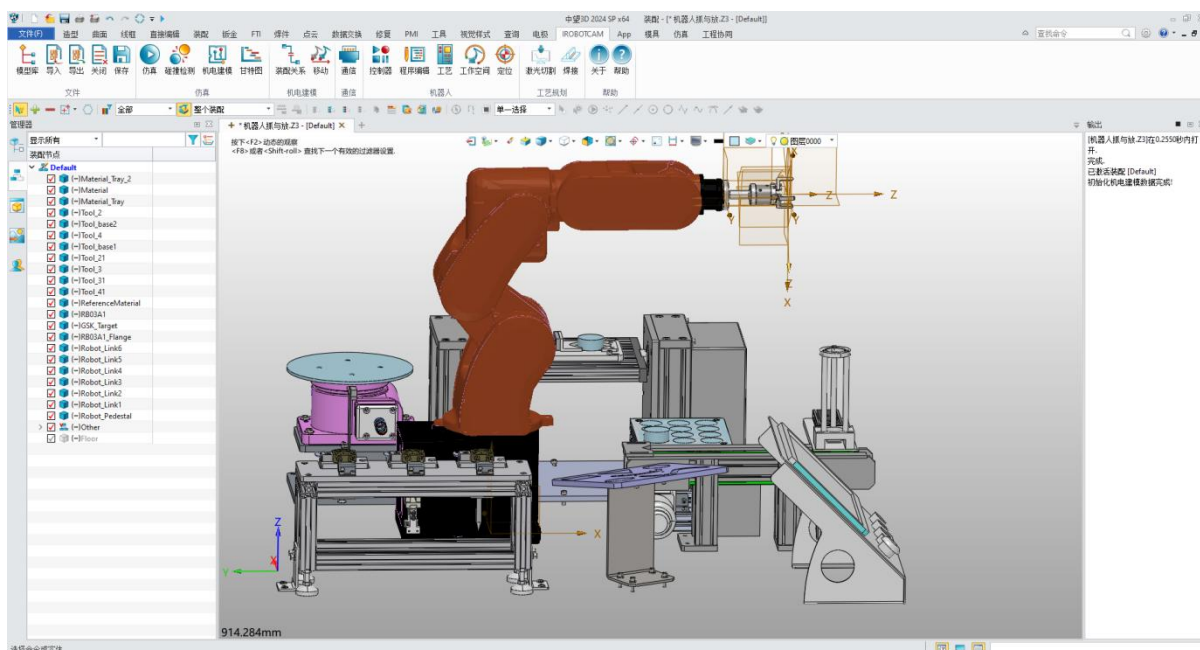

图 10-2: 界面详细信息
- 打开 iRobotCAM 项目文件“机器人抓与放.Z3”，进入 IROBOTCAM 环境。（图 10-2）